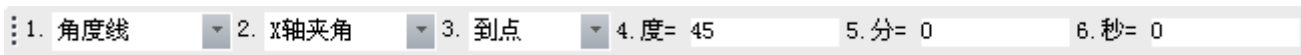

图 2-7 角度线立即菜单
【角度线】方式使用立即菜单进行交互操作，【角度线】功能的立即菜单如图 2-7 所示。
- 1) 单击立即菜单中【X 轴夹角】选项，弹出如图 2-7 所示的上拉菜单，用户可选择夹角类型。如果选择【直线夹角】，则表示画一条与已知直线段指定夹角的直线段，此时操作提示变为【拾取直线】，待拾取一条已知直线段后，再输入第一点和第二点即可。